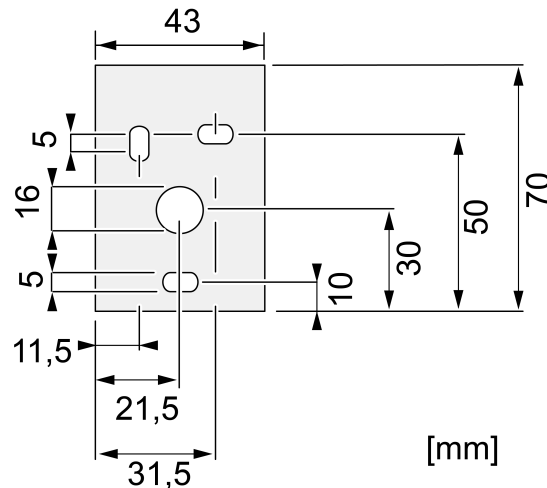

рисунок 8: Крепежный кронштейн: размеры сверлильных отверстий
- Монтаж на стене: закрепите крепежный кронштейн подходящими винтами на стене, используя сверлильные отверстия (рисунок 8).